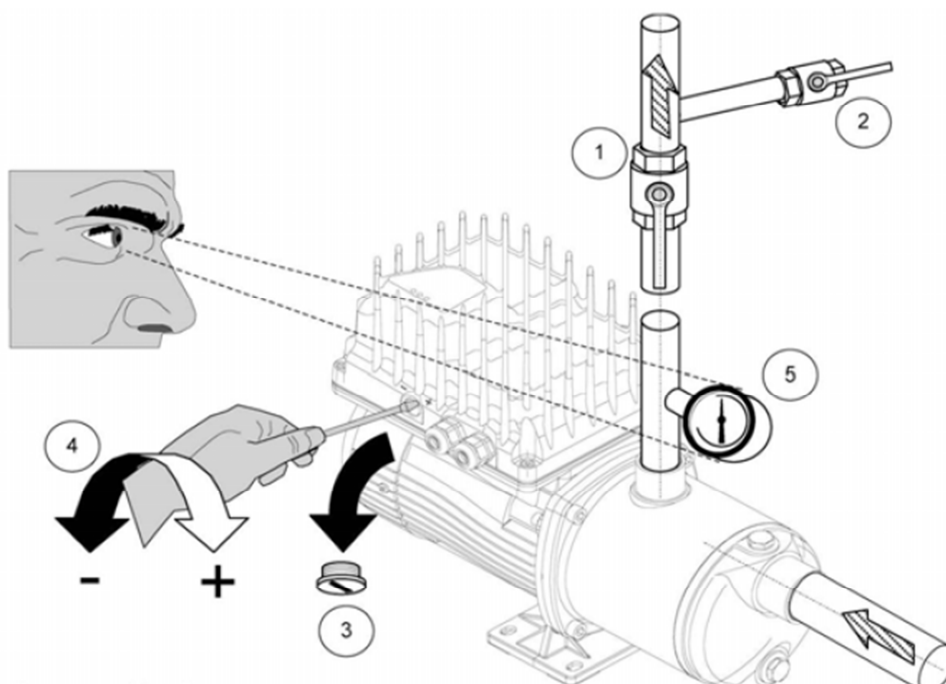

Fig. 2
Pour régler la hauteur d'élévation, retirer le bouchon de protection (indiqué par le n°③ dans la fig. 2) et agir sur la vis de réglage à l'aide d'un tournevis, la tournant dans le sens horaire pour augmenter la hauteur d'élévation ou dans le sens anti-horaire pour la diminuer.